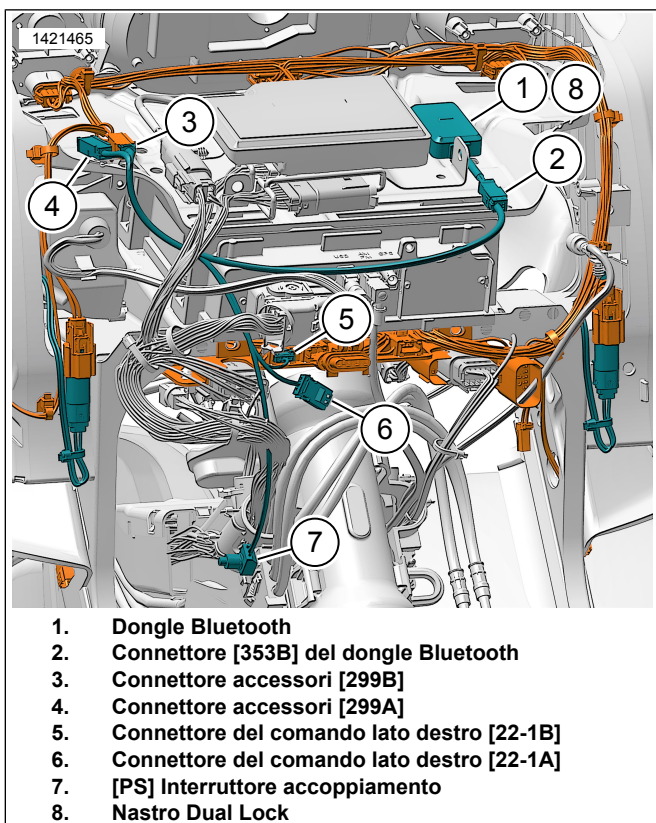

Figura 14. Carenatura montata sulla forcella - cablaggio del Dongle Bluetooth (2014-2016)
1. Vedere la figura 14. Installare e guidare il cablaggio del Bluetooth dongle sotto la carenatura.